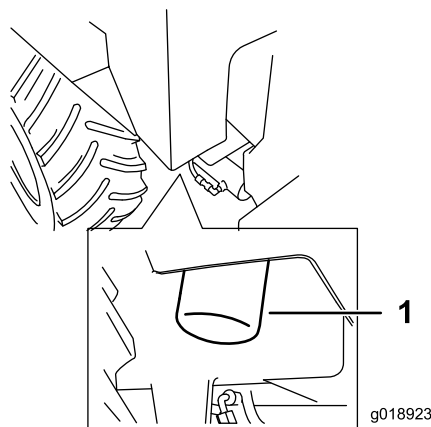

Figura 42
4. Gire el filtro de aceite hidráulico en sentido antihorario, y retire y deseche el filtro (Figura 42).